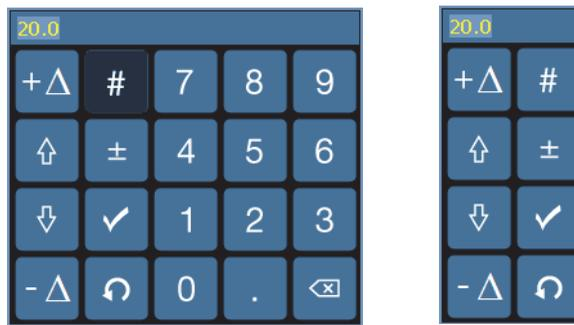

Figure 1-13 Clavier virtuel avec pavé numérique (*gauche*) ou sans (*droite*)
2. Touchez le bouton # pour afficher le clavier numérique (voir la Figure 1-13 à la page 38).